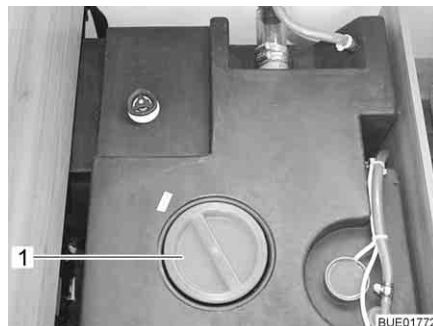
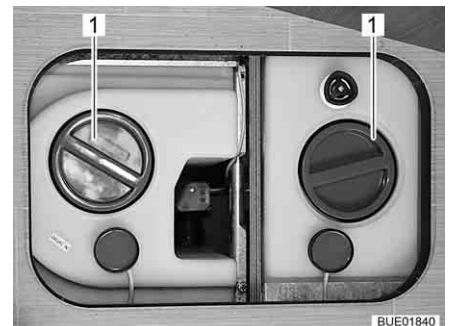

Bild 248 Vattentank med ratt (Viseo)
Bild 249 Vattentank med ratt (Elegance)
- Tag av vattentankens lock (Bild 248,1 resp. Bild 249,1).